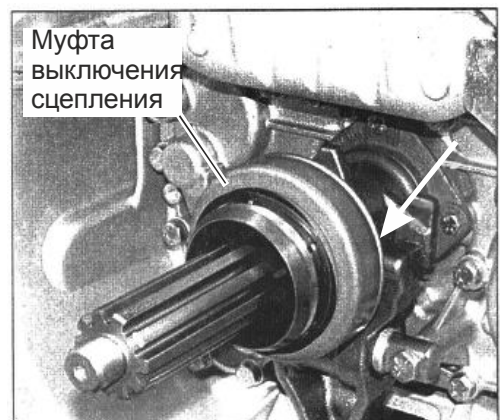

Рис. 147
- Поверхность муфты выключения сцепления (см. рис. 147) со стороны вилки выключения сцепления (стрелка на рис. 147) обработать смазочным средством OLISTA LONGTIME 3 EP или его аналогом ШРУС-4.